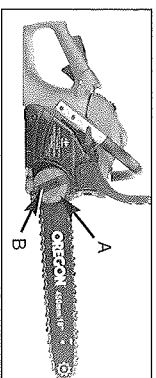

Fig. 4
1. Tenez le nez du guide-chaîne en l'air et faites tourner l'anneau de chaîne d'ajustement (A) DANS LE SENS DES AIGUILLES D'UNE MONTRE pour accroître la tension de chaîne. Faire tourner l'anneau de la chaîne (A) DANS LE SENS INVERSE DES AIGUILLES D'UNE MONTRE fera décroître l'intensité de tension de la chaîne. Assurez-vous que la chaîne se loge confortablement tout autour du guide-chaîne. (Fig. 4)
2. Après avoir effectué l'ajustement, et tandis que vous tenez le nez du guide-chaîne en sa position la plus haute, resserrez le bouton de rétention du guide-chaîne (B) de manière sûre. La chaîne possède une tension correcte lorsqu'elle se loge confortablement dans son ensemble et peut être soulevée par endroits par une main gantée. (Fig. 4)